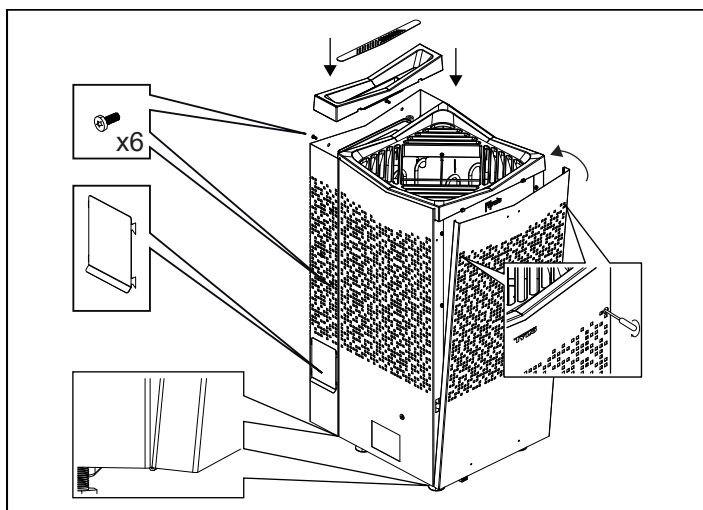

Fig 15: Montera på front, bakstycke, locket till tanken och tömningslucka
11. Haka tillbaka front och bakstycke och fäst dem med sina skruvar (se fig 15)